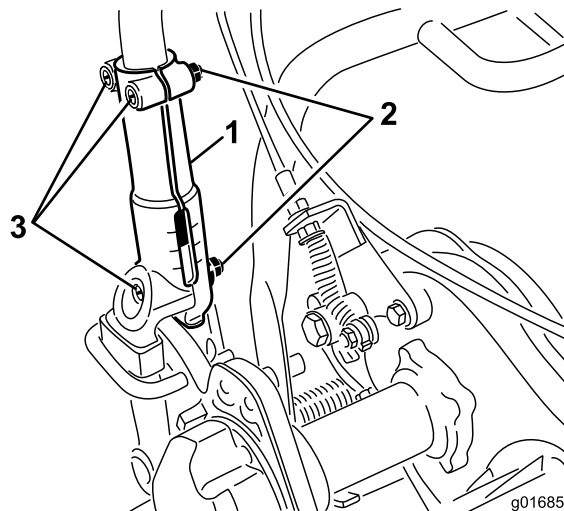

Рисунок 23
1. Отпустите 3 каретных болта и гайки, которые фиксируют в зажимах каждую сторону ручки (Рисунок 23).